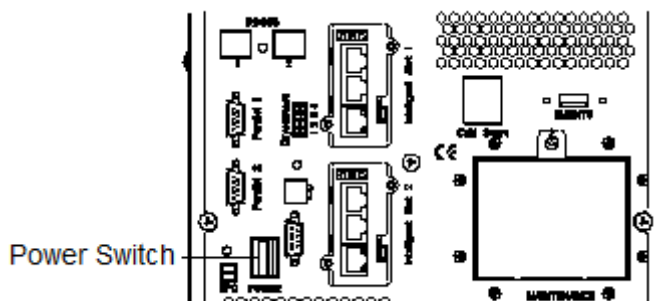

Fig. 3-6 Interruptor de encendido del SAI
1. Coloque el interruptor Power Switch en posición «ON» (Fig. 3-6).